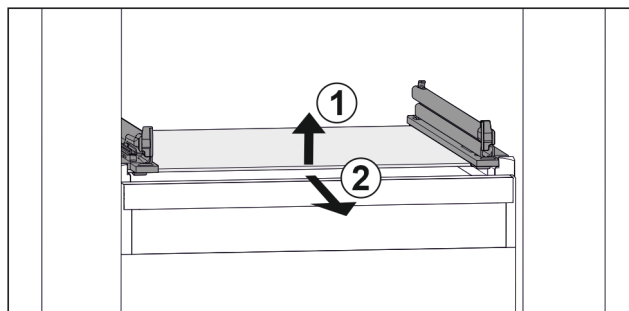

Fig. 114 Príklad zobrazenia sklenenej dosky
- ▶ Nadvihnite sklenenú dosku vpredu. Fig. 114 (1)
- ▶ Odoberte sklenenú dosku dopredu. Fig. 114 (2)